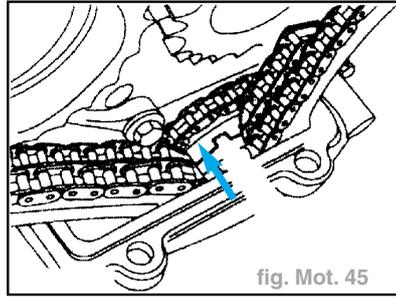

fig. Mot. 45
**Nota :** Si le cylindre N°1 est correctement placé au PMH, la rainure de l'arbre intermédiaire sera visible. Si la rainure de l'arbre intermédiaire n'est pas visible, tourner à nouveau le vilebrequin de 360° (fig. Mot. 45).